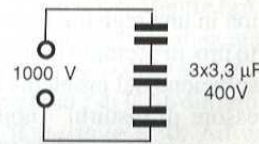

FIGURA 7
8. La capacità totale del circuito di figura 7 è di:
9. Nel circuito di figura 7 la tensione di lavoro di ogni condensatore è sufficiente a sopportare quella applicata all'ingresso?